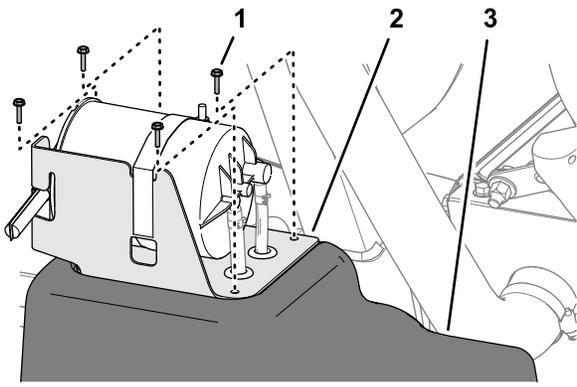

Bild 78
2. Entfernen Sie am Kraftstofftank die vier Schrauben (Nr. 10 x 3/4"), mit denen die Halterung des Aktivkohlefilters oben am Kraftstofftank befestigt ist (Bild 78).